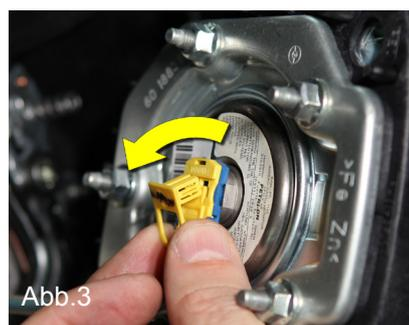

Abb.3
5. Airbagmodul vorsichtig abheben, Stecker entriegeln und abziehen (Abb.3). Airbagmodul entfernen.